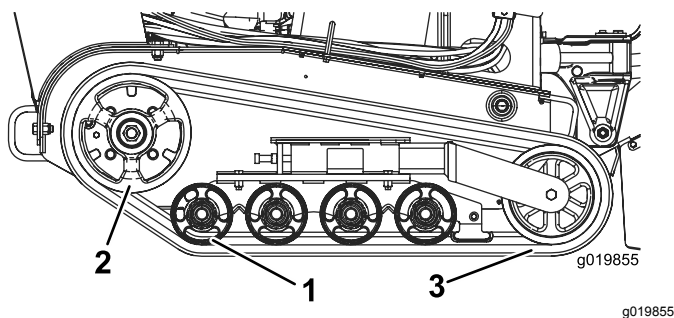

図 46
重要 走行ホイールと駆動ホイールも完全に洗浄してください 図 46。洗浄されているロードホイールは自由に回転します。
8. 駆動ホイールからスタートして、新しいクローラをホイールに巻きつけるようにして取り付けるクローラについている爪がホイールの溝にはまるように取り付けること 図 46。
9. 後ロードホイールと中央ロードホイールの下と間にクローラを押し込むようにして取り付ける 図 46。